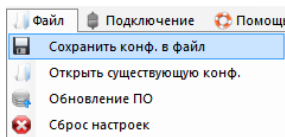

РИС. 8. Меню «Файл»
5.1. Меню «Файл» (РИС. 8) позволяет: